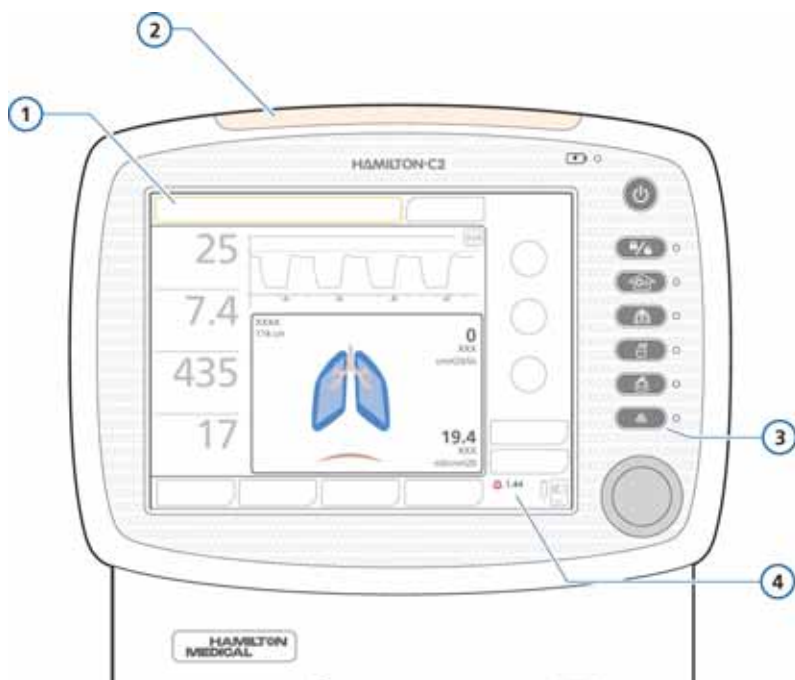
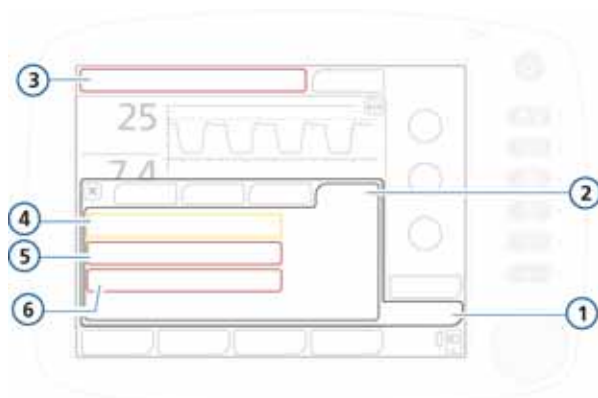

图 8-1. 视觉报警指示
图 8-4. 显示激活报警的报警缓冲区
表 8-1 介绍了这些报警的声音和视觉特征，并告诉用户如何回应。图 8-1 说明了呼吸机的视觉报警指示。用户能在激活报警缓冲中看到激活报警信息（图 8-4）。报警信息也存储在事件日志中（第 8.4 节）。
- 如果当前存在激活报警，报警缓冲区则显示最新的激活报警（图 8-4）。关联的报警信息还会交替显示在信息栏中。激活报警显示在圆角框中。